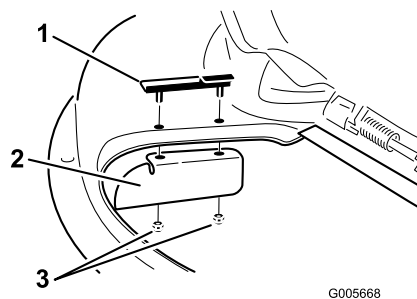

Figura 13
2. Montate il deflettore di scarico sui colonnini di montaggio del fermaglio. Figura 13. Fissate il